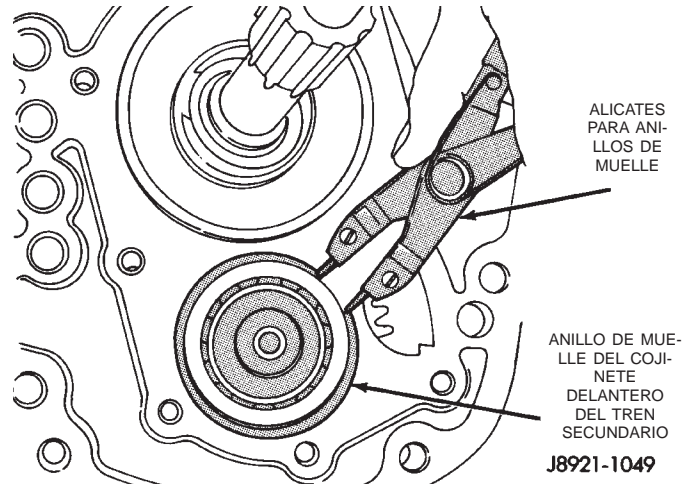

Fig. 33 Desmontaje del anillo de muelle del tren secundario
(22) Retire el anillo de muelle del cojinete del tren secundario (Fig. 33).